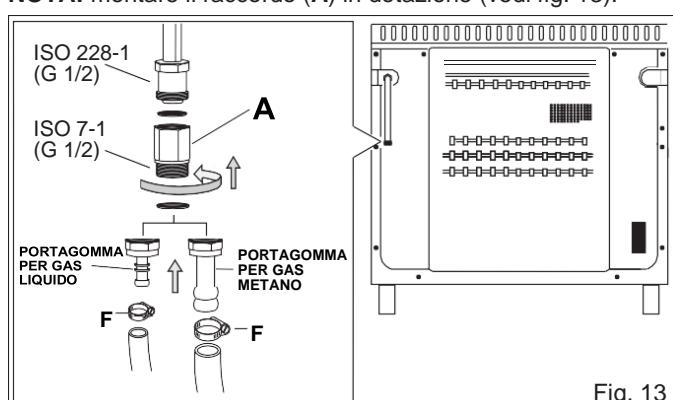

Fig. 13
- 3) mediante l'inserimento di un tubo di gomma conforme alle norme UNI-CIG 7140. Tale tubo va innestato direttamente sul portagomma, relativo al gas utilizzato, e bloccato con una fascetta (F) conforme alle norme UNI-CIG 7141 (fig. 13).
NOTA: montare il raccordo (A) in dotazione (vedi fig. 13).